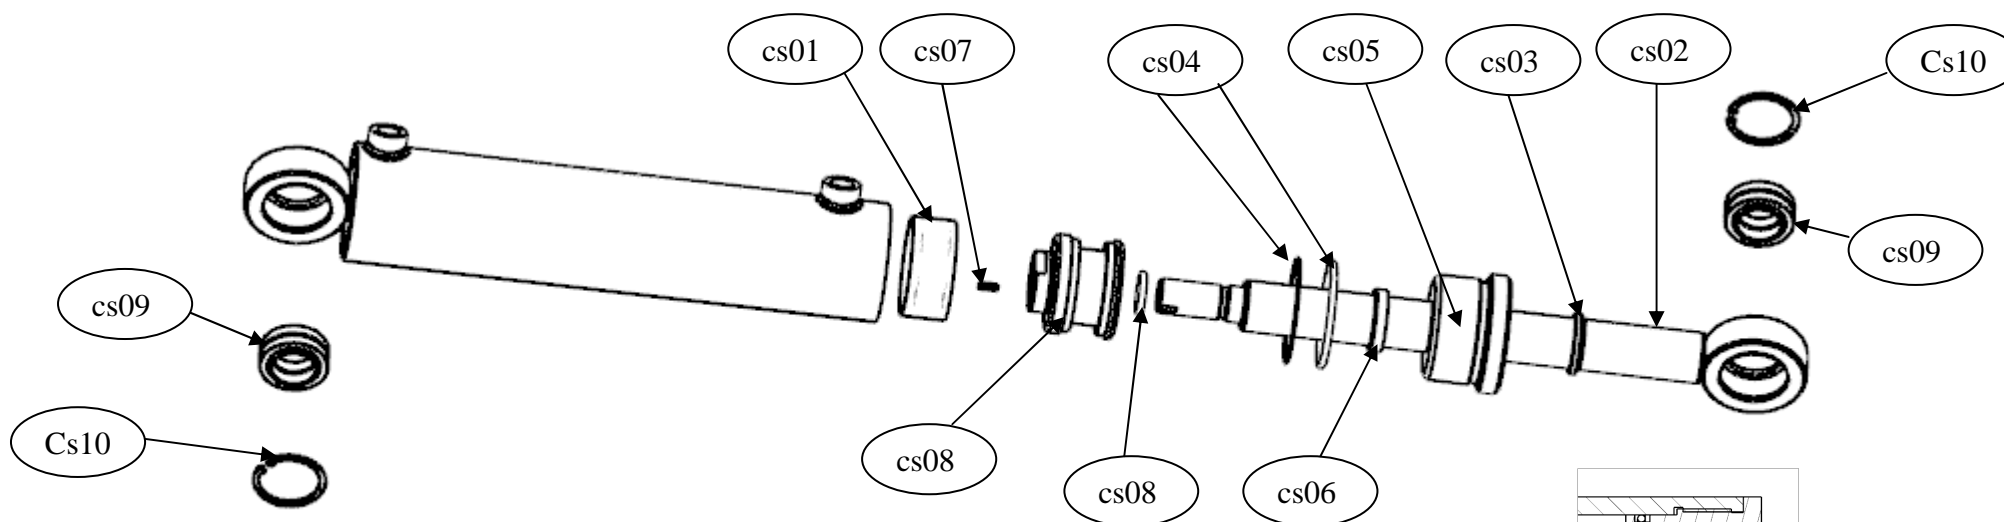

Fig.012
**4.3.6 Sostituzione delle guarnizioni e dello snodo sferico del cilindro di traslazione (Fig.012)**